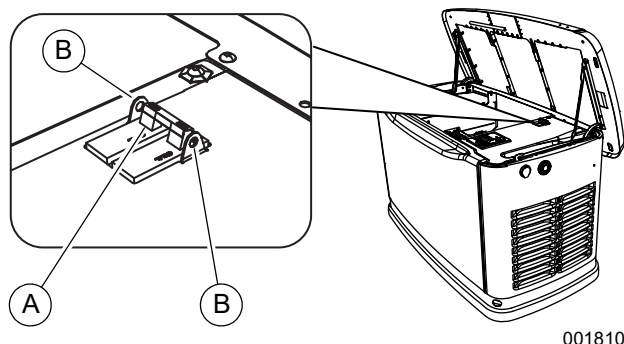

Figure 3-4. Disjoncteur principal (MLCB)
Voir Figure 3-4. Il s'agit d'un disjoncteur de conduite principale (MLCB) bipolaire (sectionneur de génératrice) (A) de caractéristiques appropriées.